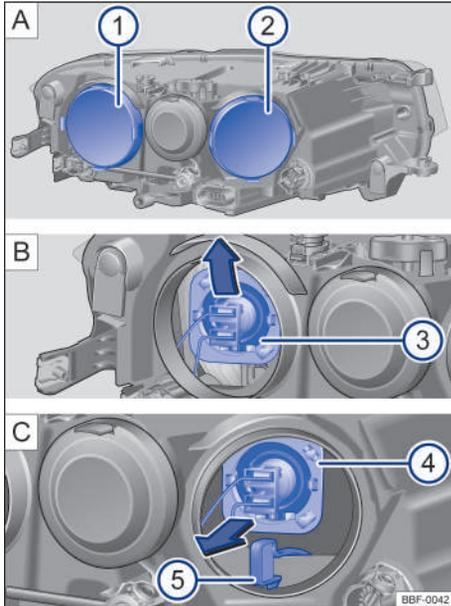

Fig. 201 En el compartimento del motor: ① farol bajo y ② farol alto y luz de posición.
- ① Observar la lista de control y ejecutar las acciones → pág. 265.
- ② Abrir la tapa del compartimento del motor ⚠️ → pág. 282.
- ③ Desmontar la respectiva cubierta de goma → fig. 201 A ① e ② en la parte trasera del faro.
- ④ **Luz de cruce:** presione la lámpara incandescente por el portalámparas hacia abajo hasta desencajarla → fig. 201 ③. Retirar la bombilla tirándola hacia atrás.
- Luz de carretera:** presione la lámpara incandescente por el portalámparas hacia arriba hasta desencajarla → fig. 201 ④. Retirar la bombilla tirándola hacia atrás.
- Intermitentes:** retire el portalámpara con la lámpara incandescente tirando de hacia atrás → fig. 201 ⑤.
- ⑤ Cambiar la bombilla quemada por una bombilla nueva del mismo modelo.
- ⑥ **Luz de cruce:** encajar la lámpara con el conector en la apertura del faro y presionarla hacia adentro hasta que se trabo firmemente → fig. 201 ③. La saliente de la bombilla debe estar orientada hacia arriba y se debe montar en el encaje del reflector del farol.
Luz de carretera: encajar la lámpara con el conector en la apertura del faro y presionarla hacia adentro hasta que se trabo firmemente → fig. 201 ④. La saliente de la bombilla debe estar orientada hacia abajo y se debe montar en el encaje del reflector del farol.
Intermitentes: insertar el portalámpara con la lámpara incandescente en el faro hasta el tope → fig. 201 ⑤
- ⑦ Montar la cubierta de goma correspondiente
- ⑧ Cerrar la tapa del compartimento del motor → pág. 282.
- ⑨ Después de montar la lámpara nueva, regular la intensidad del farol.